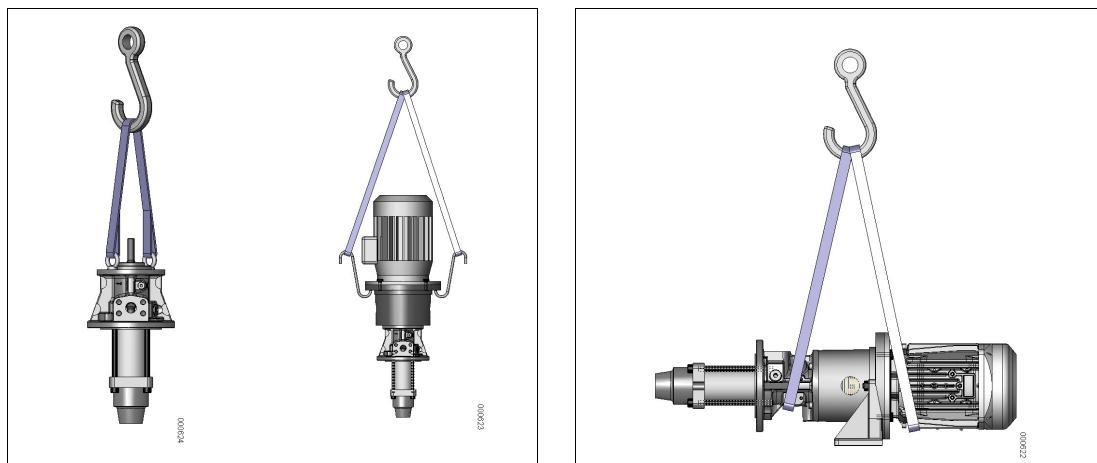

Fig. 1 Elevación de la bomba / del grupo de bombas
- Fije el mecanismo de elevación de acuerdo con la ilustración 1.